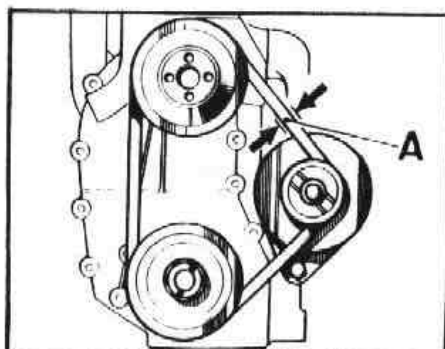

Fig. A1-25 Ajuste de la correa de accionamiento del alternador
- 2.1. Se invertirá del punto 1.5 al 1.1, ajustando el juego libre, A (Fig. A1-25) de la correa, de 10 a 12 mm. en el centro del tramo comprendido entre la polea del ventilador y del alternador.
- 2.4. Montar la correa de accionamiento del ventilador, dejándole un juego libre de 10 a 12 mm. (Fig. A1-25).